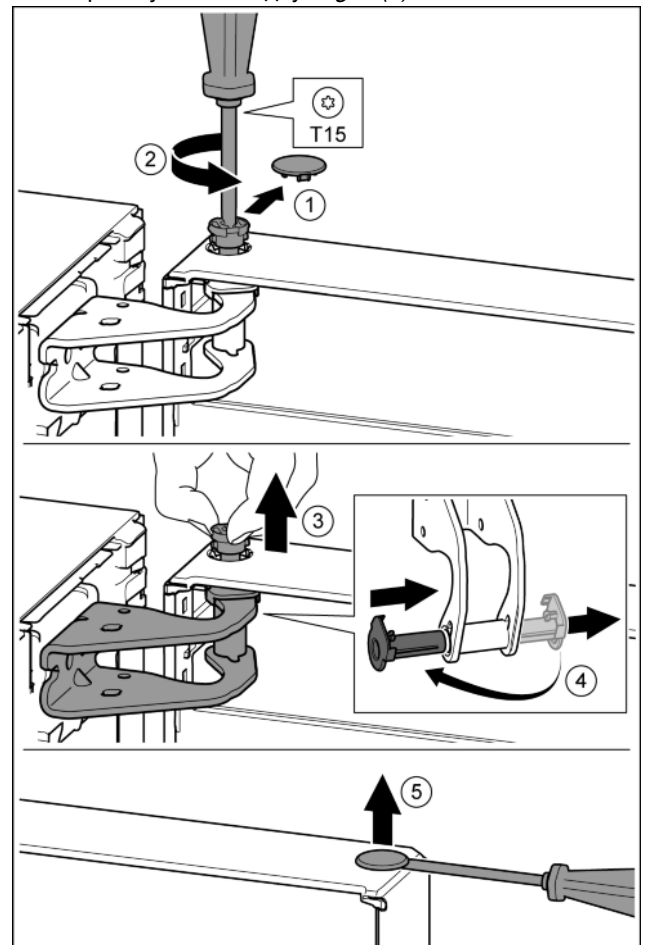

Fig. 8
- ▶ Обережно зніміть запобіжну кришку. *Fig. 8 (1)*
- ▶ Трохи викрутіть гвинт за допомогою викрутки T15. *Fig. 8 (2)*
- ▶ Притримуйте дверцята і витягніть палець руками. *Fig. 8 (3)*
- ▶ Витягніть із прямої опору втулку. Встановіть і зафіксуйте з іншого боку. *Fig. 8 (4)*
- ▶ За допомогою шлицевої викрутки обережно підніміть пробку із опорного втулка дверцят та витягніть її. *Fig. 8 (5)*